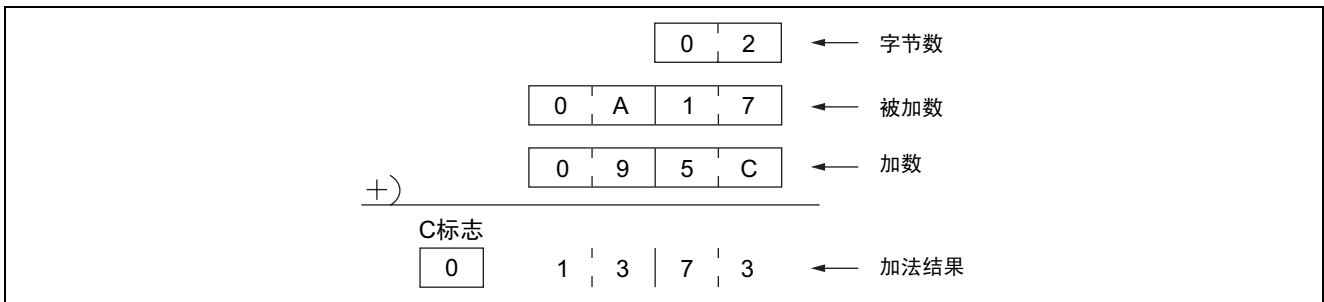

图 17-3 不使用高位的加法例子
(1) 如图 17-3，如果不使用高位，就必须将不使用的位置“0”。